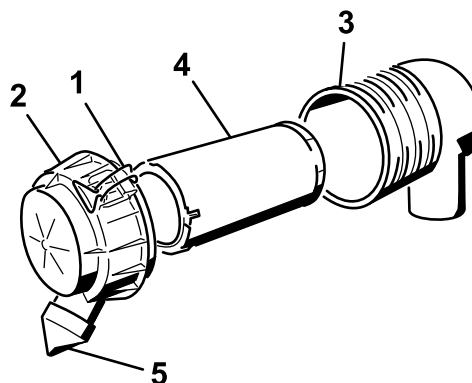

Figura 26
3. Rilasciate i dispositivi di fermo del filtro dell'aria e togliete il coperchio dal corpo del filtro (Figura 26).
6. Estraete con cautela il filtro dal corpo del filtro dell'aria (Figura 26).
8. Montate il filtro con attenzione (Figura 26).
9. Montate la copertura del filtro dell'aria con il coperchietto antipolvere orientato verso il basso e fissate i fermi (Figura 26).